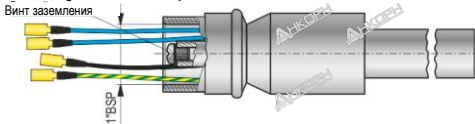

Рисунок 11
- Используйте клемму заземляющего винта (см. рис. 11.) для заземления удлинительной трубки. Предостережение! Заземление для защиты жизни, необходимо использовать заземление класса 25 А.